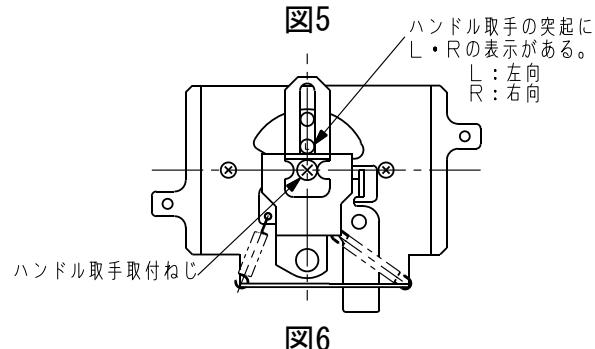

図6
①図6に示すハンドル取手を取り付けているねじを緩めて、金具と突起とのはめ合いを外してください。
②ハンドル取手を回転させて図6に示す箇所にてL・Rの表示に従って金具にはめ合わせ、再び取付ねじを締め付けてください。